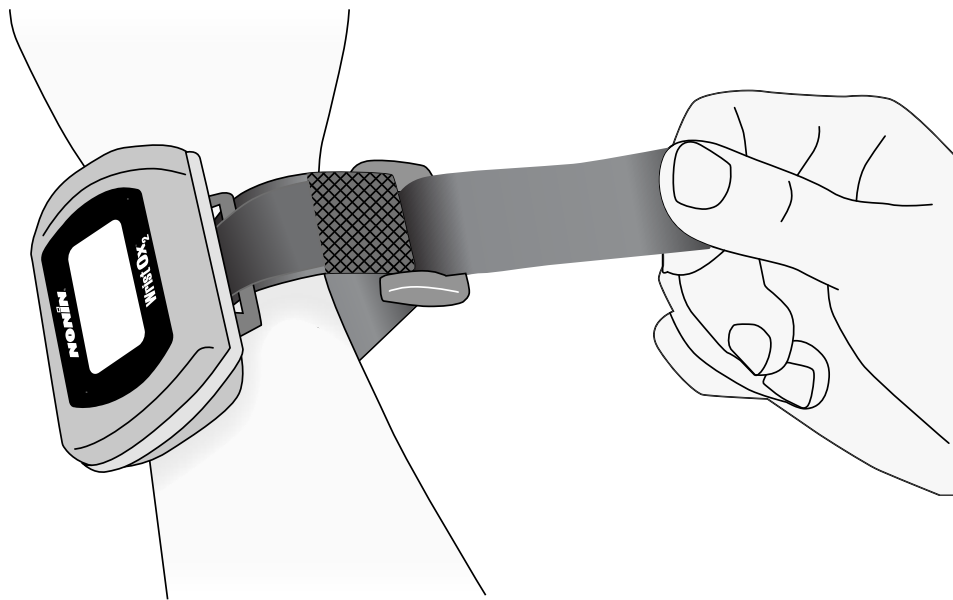

Figure 11 : Enfilez et serrez le bracelet
3. Enfilez l'extrémité arrondie du bracelet dans l'anneau en plastique. Tirez la sangle à travers l'anneau en plastique jusqu'à ce que l'appareil s'adapte confortablement sur le poignet (figure 11).